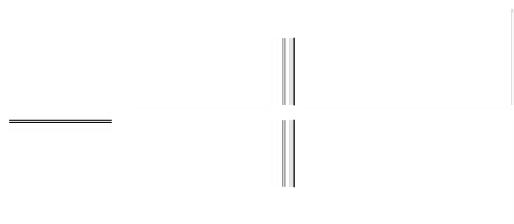

Fig. 10 Demostración de la absorción de la luz por medio de filtros cromados (F =Filtro cromado, M =Pantalla de vidrio mate)
- Se realiza el Montaje experimental de acuerdo con la Fig. 10.